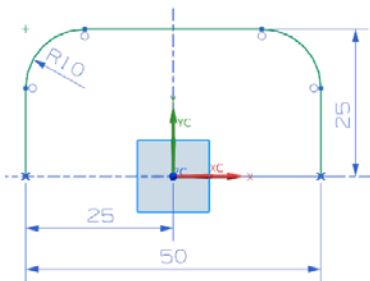

图 3-31 轮廓弯边特征轮廓草图
(2) 在“轮廓弯边”对话框上单击“绘制截面”图标，选择 XC-YC 平面为草图绘制面，绘制轮廓弯边特征轮廓草图，如图 3-31 所示。单击“完成”图标，草图绘制完毕